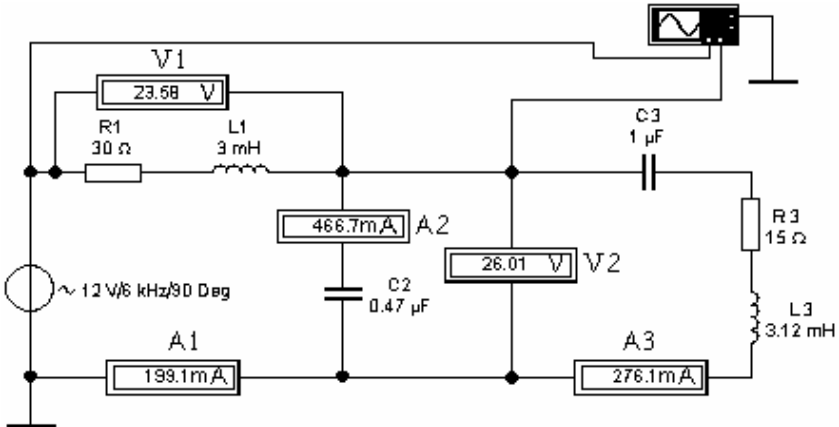

Рисунок 3.2- Лабораторна установка у середовищі *Electronics Workbench*
3.3.3 Складемо віртуальне електричне коло за допомогою панелі компонентів (Рис.3.2), змінимо їх властивості, ввімкнемо його до роботи, натиснувши на вмикач (O/I), занотуємо результати вимірів на приладах.